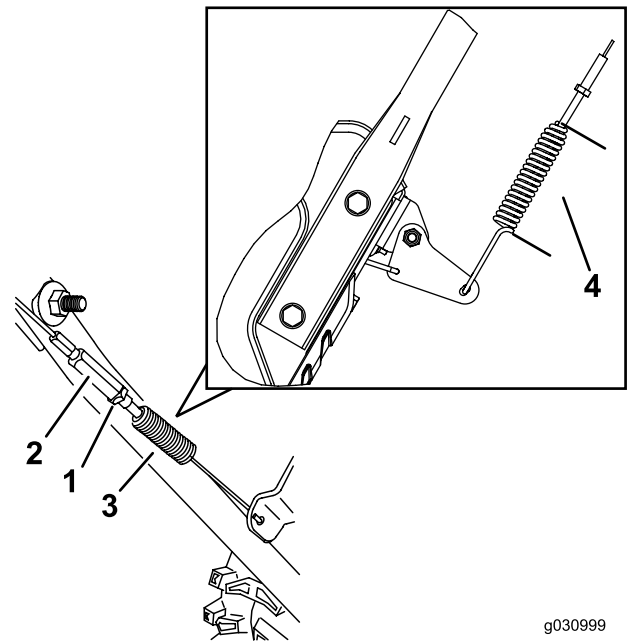

Bild 27
3. Lösen oder ziehen Sie die Spannschraube an, um die Federlänge auf 5,5 cm einzustellen, wie in Bild 27 dargestellt.
4. Ziehen Sie die Klemmmutter (Bild 27) an und stellen Sie sicher, dass der Antriebsbowdenzug etwas gespannt ist.